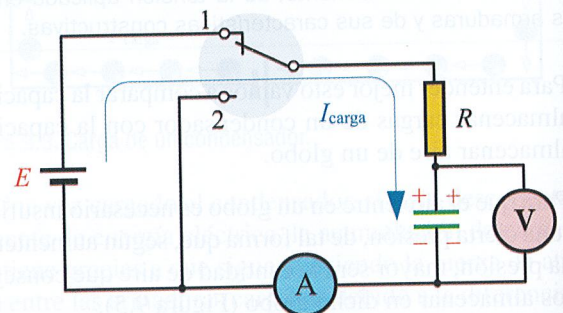

Figura 9.6. Ensayo para estudiar el proceso de carga de un condensador.
Con ayuda del circuito de la Figura 9.6 vamos a estudiar el proceso de carga y descarga de un condensador.
La resistencia R se ha conectado en serie con el circuito para retardar el proceso de carga (Figura 9.6). El amperímetro (A) nos indicará la intensidad de carga y el voltímetro (V) la tensión a que queda sometido el condensador en todo momento. Cuando el conmutador se posiciona en el punto (1) el condensador se pone en contacto con el generador y comienza su proceso de carga.